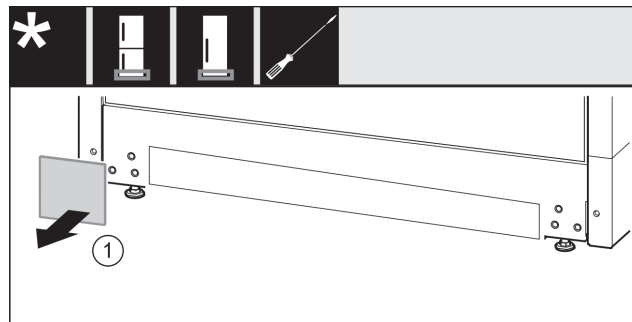

Fig. 14
- ▶ Αφαιρέστε το κάλυμμα Fig. 14 (1).